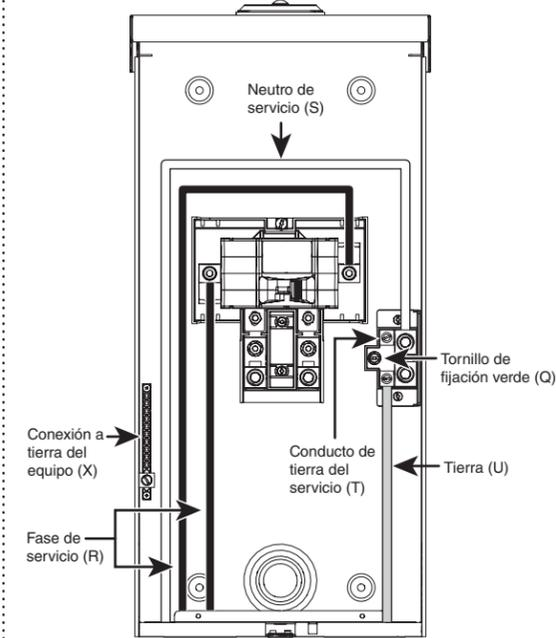

Figura 8
Paso 7: Conductores de alimentación. (Ver Figura 8).
- a. Introduzca los conductores de **fase de alimentación (V)**, **neutro de alimentación (W)** y la **conexión tierra del equipo (X)** en la caja a través del agujero ciego inferior de alimentación.
- b. Conecte los conductores de **fase de alimentación (V)**, **neutro de alimentación (W)** y la **conexión a tierra del equipo (X)** a las terminales correspondientes y aplique el torque especificado en la tabla de terminaciones.